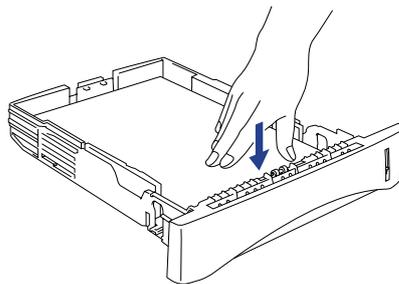

图 2-15
- (3) 装纸：检查纸张使其四角平整(图 2-15) 纸张高度不要超过滑动导块上的标志线。
- (4) 将纸盒重新装入打印机。